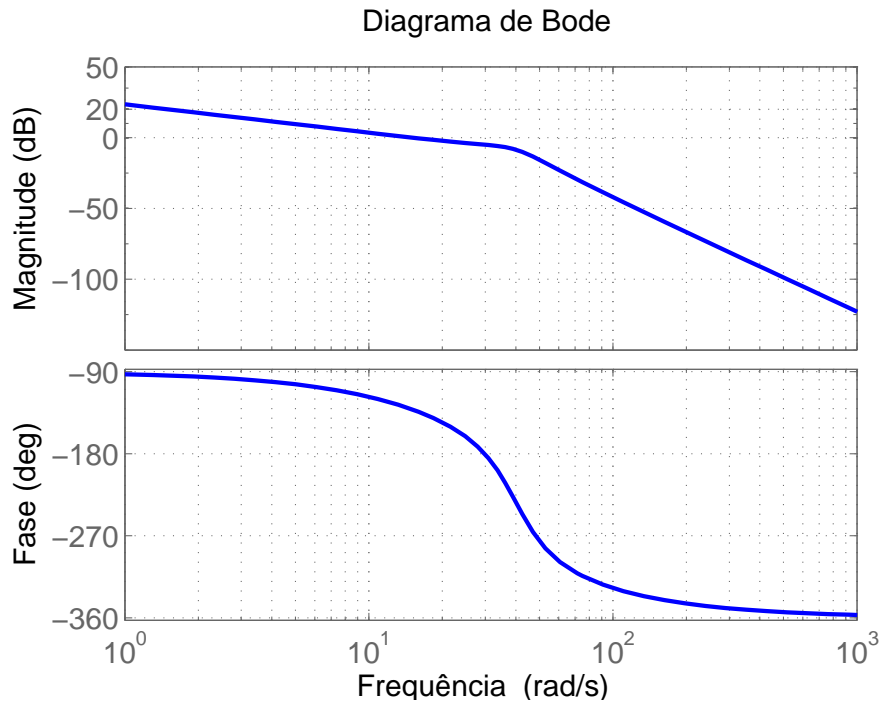

Figura 18: Diagrama de Bode do Exercício 24.
24. Considere o diagrama de Bode mostrado na Figura 18. Sabe-se que o sistema é de fase mínima (não possui polos nem zeros no semiplano direito do plano s).